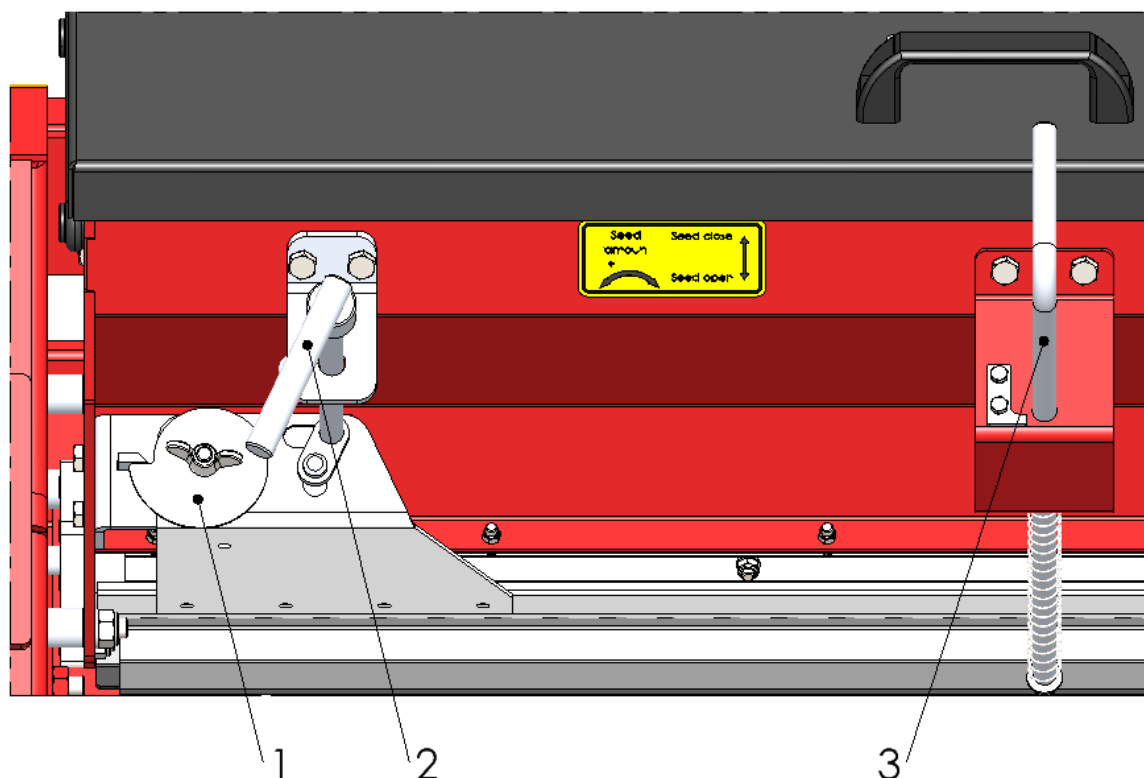
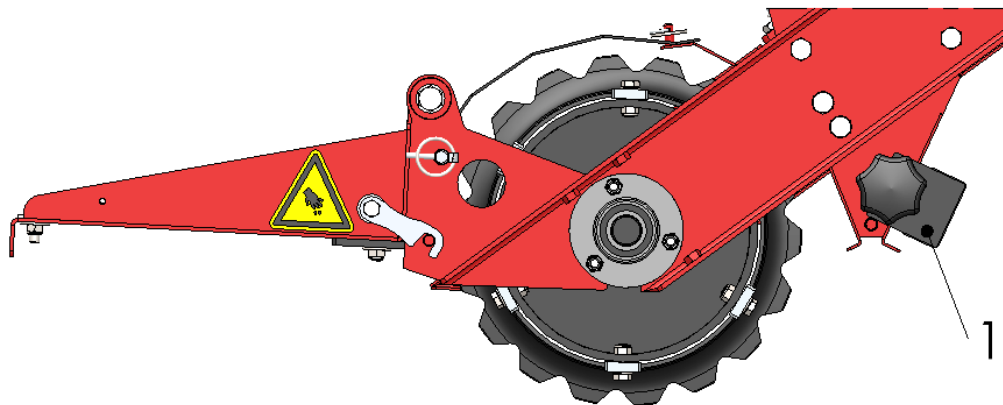

Abbildung 6
Abbildung 7
Der Cultipack Seeder verfügt über einen Mechanismus, mit dem die Samenmenge exakt eingestellt werden kann. Dieser Mechanismus besteht aus zwei Edelstahlplatten mit Öffnungen darin, die gegeneinander verschoben werden können. Dieses Verschieben führt dazu, dass die Löcher in den Platten mehr oder weniger stark überlappen und daher mehr oder weniger Samen durchlassen. Die Platten können mit dem linken Hebel (2) bedient werden (siehe Abbildung 6).
3. Hebel für die Samenmenge (2) in Minimumstellung stellen (Abbildung 6).
4. Kontrollieren, ob die Einstellschraube (1) in der richtigen Stellung steht.
7. Den Hebel (2) zur Einstellung der Samenmenge in Maximumstellung stellen.
2. Den Hebel für die Samenmengeneinstellung (2) auf Minimumstellung stellen (Abbildung 6).
4. Die Auffangmulde (1) verwenden, um die Samen aufzufangen (siehe Abbildung 7). Diese Auffangmulde kann unter den Trichter geschoben werden.
7. Die richtige Position der Einstellschraube schätzen und die Schraube (1) auf den geschätzten Wert drehen. Wenn kein Wert geschätzt werden kann, ist 65 ein guter Ausgangspunkt (siehe Abbildung 6).
8. Den Hebel, mit dem die Samenmenge beeinflusst werden kann (2), auf Maximumstellung drehen (siehe Abbildung 6).
9. Den rechten Hebel (3) in „Seed open“-Stellung stellen.
10. Den Motor starten, 20 Meter zurücklegen, den rechten Hebel (3) in „Seed closed“-Stellung stellen und den Motor wieder abstellen.
11. Die Auffangmulde (Abbildung 7) (1) aus der Maschine entfernen und in einen Behälter, Becher oder eine andere Schale entleeren.
13. Wenn der Cultipack Seeder zu viel oder zu wenig Samen streut, muss die Einstellschraube (1) neu eingestellt werden. Einschätzen, was eine bessere Einstellung sein könnte, und die Schraube verdrehen (siehe Abbildung 6). Alle Schritte wiederholen.